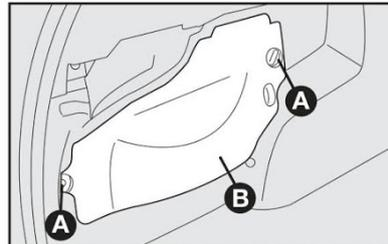

fig. 30
17) Recolocar a tampa **B-fig. 30**, apertando os parafusos **A**;